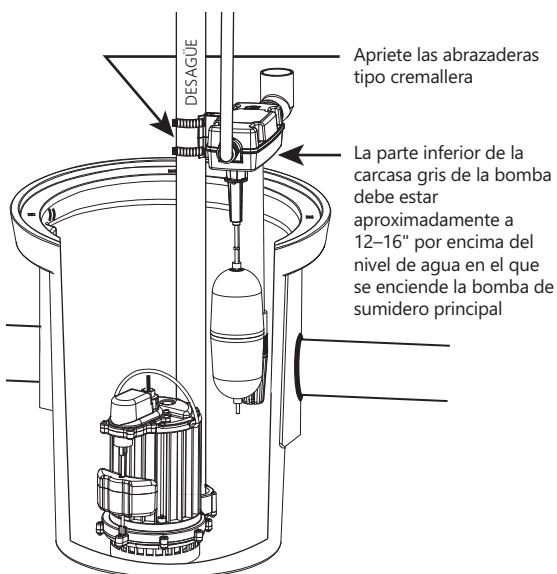

Figura 2. Colocación de SumpJet
1. Usando las abrazaderas tipo cremallera proporcionadas, Monte el dispositivo SumpJet en la tubería de descarga existente. Coloque la unidad de modo que el nivel de flotación opere unas pulgadas por encima del nivel de encendido de la bomba de sumidero principal. (Consulte la Figura 2). Apriete las abrazaderas tipo cremallera en la tubería de descarga.